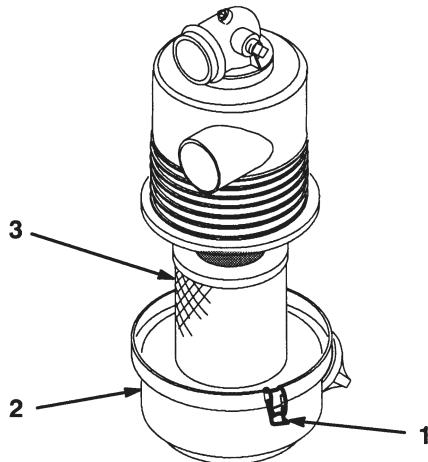

Figure 19
3. Desserrez les fixations qui maintiennent le couvercle sur le corps du filtre à air. Otez le couvercle du corps et nettoyez l'intérieur (Fig. 19).
4. Sortez l'élément filtrant du corps du filtre avec précaution pour ne pas déloger trop de poussière (Fig. 19). Evitez de cogner l'élément contre les parois du filtre.